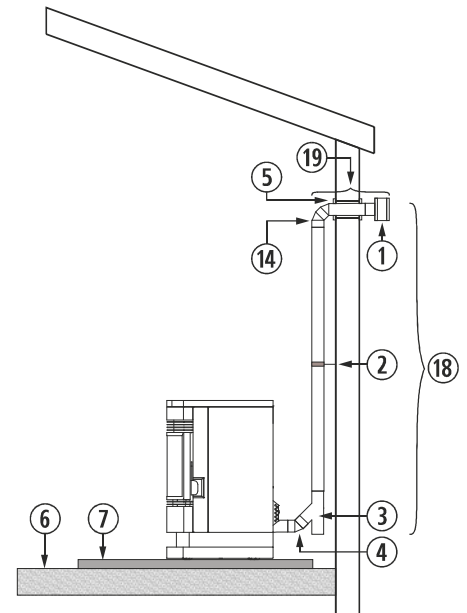

Figura 8
4.26. A instalação de um encastrável numa chaminé de obra pode ser feita em toda a sua totalidade em tubo flexível, tal como indicado na *figura 8*. Devemos ter especial cuidado na hora de realizar o isolamento entre a chaminé e o tubo da saída de gases para evitar possíveis retrocessos de gases em caso de tempestade.
②	Abraçadeira de união de aço inox.
③	Tê de 135° com registro.
⑥	Chão de madeira.
⑦	Protector de chão incombustível.
⑩	Tubo de aço inox flexível.
⑪	União adaptadora de flexível a rígido.
⑫	Isolante anti-retrocesso.
⑮	Mínimo 200mm.
⑯	Deve ultrapassar o teto em 1 metro.
⑰	Superior a 4m, aumentaremos uma medida.